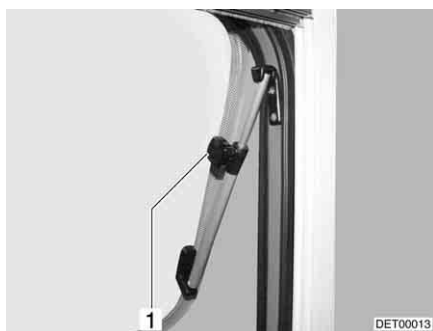

Fig. 49 Fenêtre projetante avec bras pivotant
- Fenêtre projetante avec bras pivotant : Ouvrir la fenêtre projetante jusqu'à la position voulue et la bloquer avec la molette (Fig. 49,1).
- Fenêtre projetante avec bras pivotant : Tourner la molette (Fig. 49,1) jusqu'à ce que le dispositif de blocage soit libéré.